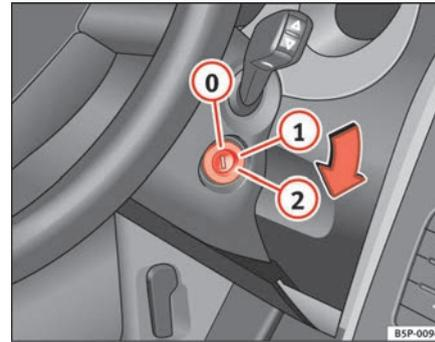

Abb. 135 Stellungen des Zündschlüssels
In dieser Stellung \Rightarrow Abb. 135 sind die Zündung und der Motor ausgeschaltet und die Lenkung kann gesperrt werden.
- Drehen Sie den Zündschlüssel in Stellung ⇒ Seite 166, Abb. 135 . Beim Vorglühen des Motors leuchtet die Kontrollleuchte  auf.
- Drehen Sie den Zündschlüssel in Stellung ⇒ Seite 166, Abb. 135 .